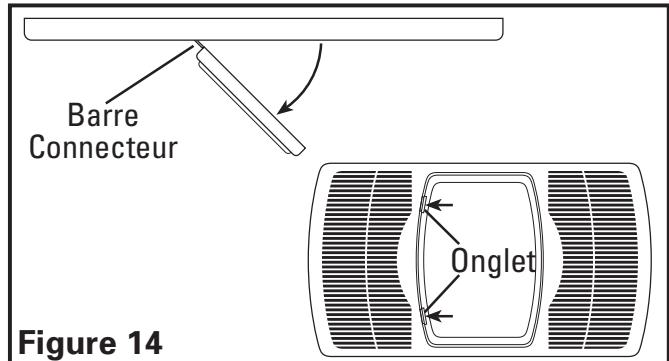

Figure 14
- Remplacement de l'ampoule:** Débrancher l'alimentation de l'unité. Ouvrir les lentilles de lumière en poussant sur les deux onglets et en la tirant vers l'extérieur des lentilles. Les lentilles basculeront en position ouverte sur les barres connecteurs. NE PAS enlever les lentilles de la grille (**Figure 14**).